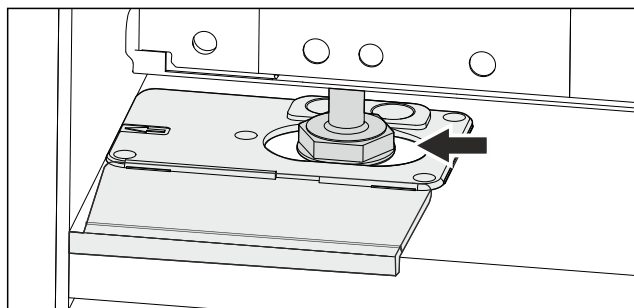

Fig. 45
- ▶ Igazítsa be a készüléket az állítható lábakkal. Fig. 45 ()